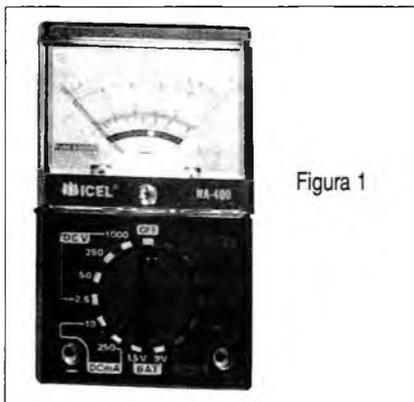

Figura 1
a) Amador - equipamento mais barato - este instrumento tem uma sensibilidade de até $10\ 000\ \Omega/V$ e escalas de tensões contínuas, alternadas, resistências e correntes contínuas. A seleção de escalas pode ser feita por meio de uma chave ou pela escolha dos bornes onde são encaixados os pinos dos cabos com as pontas de prova, figura 1.